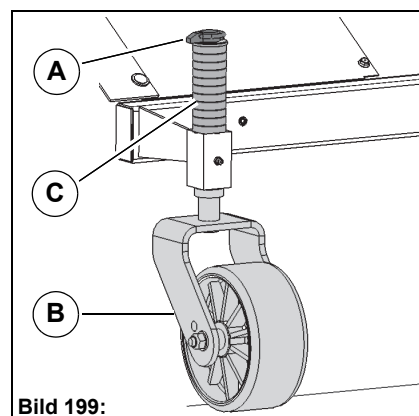

Bild 199:
2. Ta bort förinstickaren **Bild 199-A** från hjulgaffelns bult och dra ut stödhjulen **Bild 199-B** neråt.
3. Ställ in sopspegeln med underläggsbrickorna **Bild 199-C** på båda stödhjulen. För en optimal sopeffekt ska borsten överbrygga golvet cirka 20 cm.